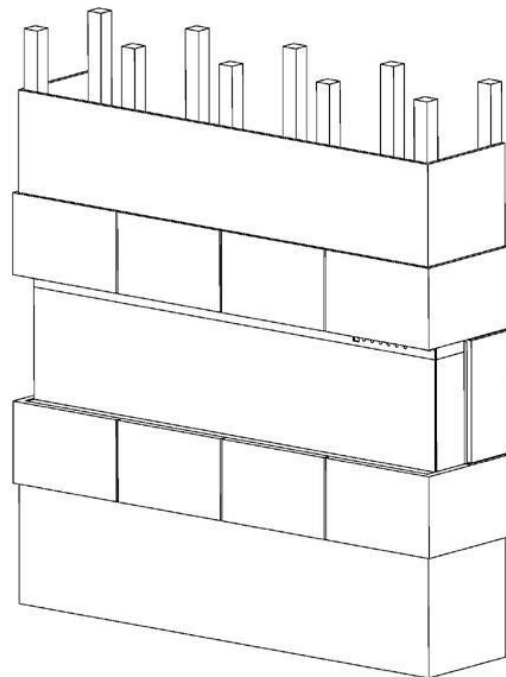

Abb.3-5
8. das Sperrholz oder die Trockenbauwand mit glasierten Kacheln, Tapeten usw. dekorieren. Abb.3-5